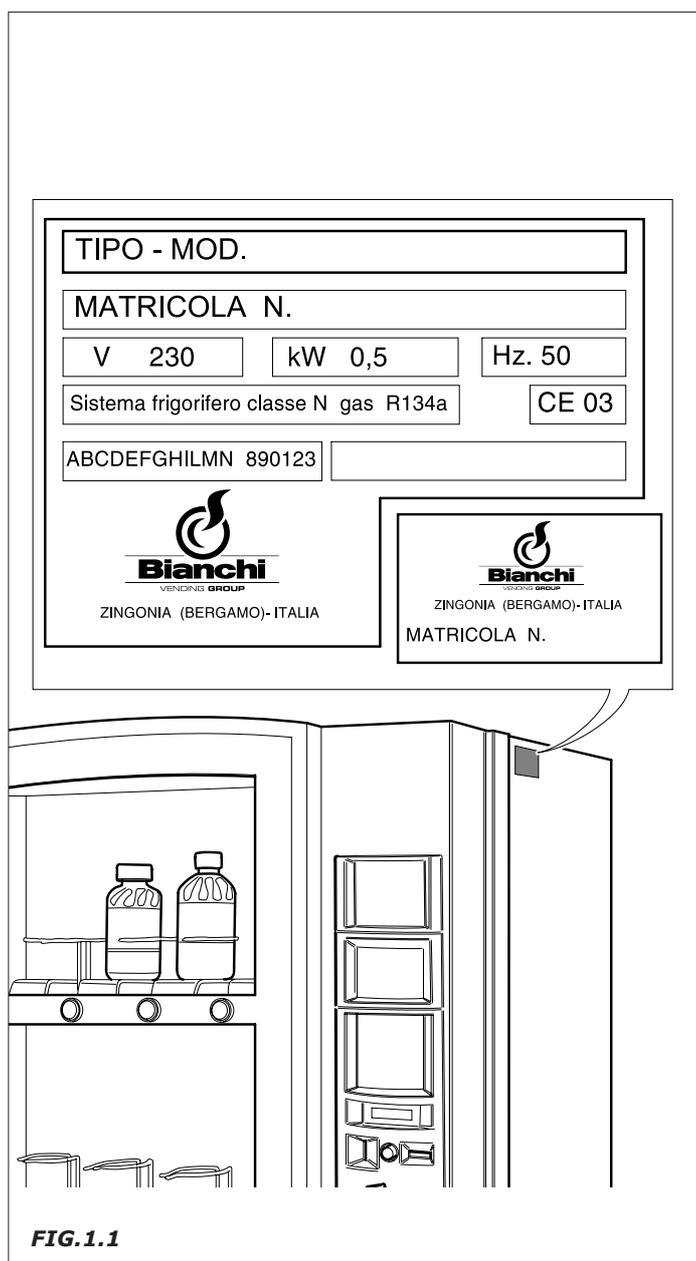

FIG. 1.1
- los datos que aparecen en la placa de características. (Fig.1.1)